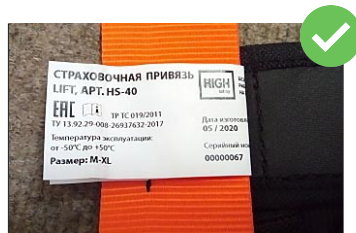

рис. 13
2. Проверьте маркировку на изделии. Она должна быть разборчивой и легко читаться (рис. 13).